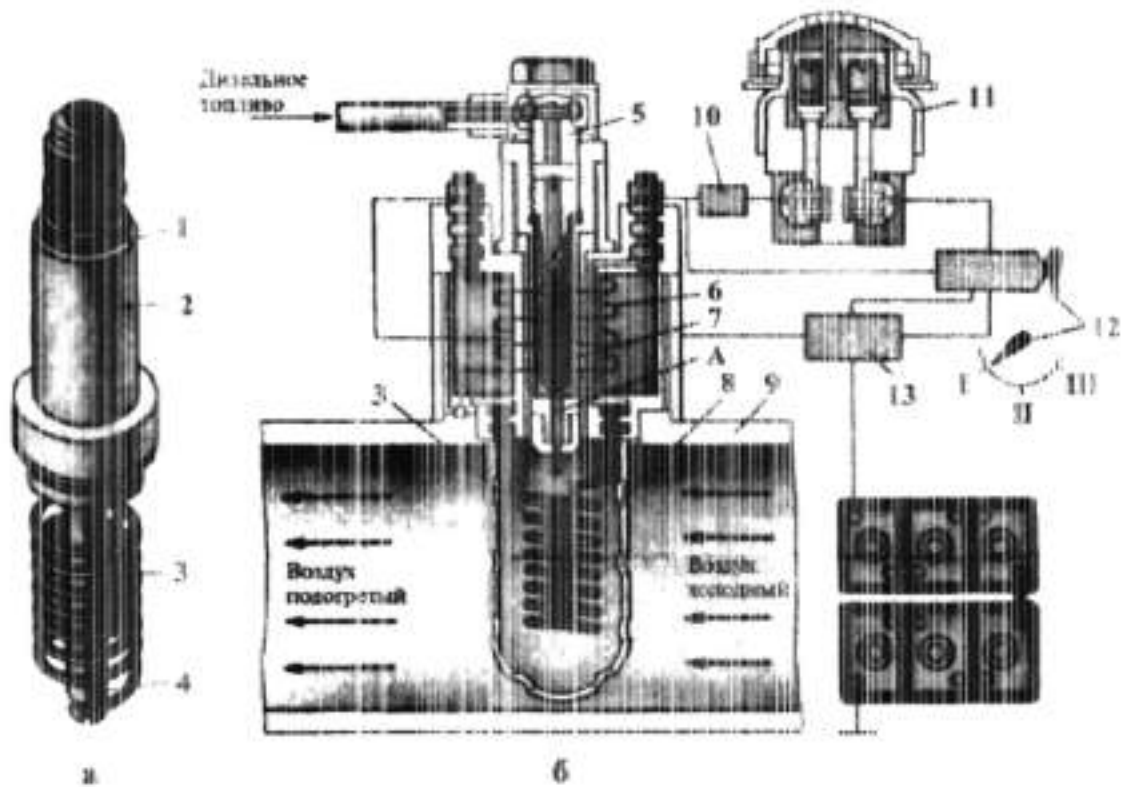

Рис.10.3
3. Укажите позиции рис. 10.3(а, б); 10.4. Объясните работу.